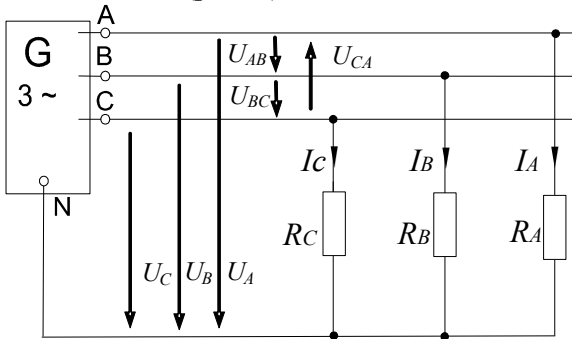

Рисунок 6 – Исследование работы цепи при симметричной нагрузке
1.1. Соберите цепь с симметричной нагрузкой ($R_A = R_B = R_C = 1 \text{ кОм}$) согласно схеме (рис. 6).